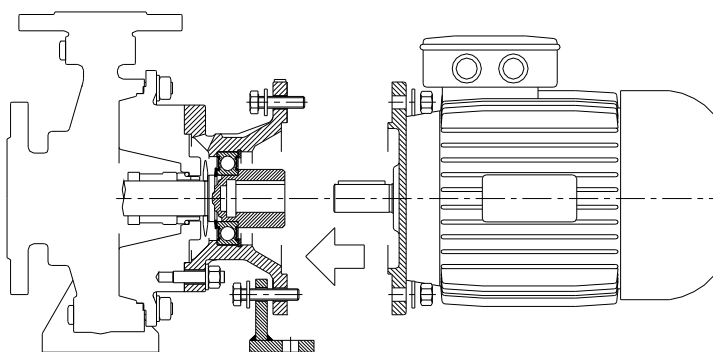

Fig. 23A
- Acoplar o motor eléctrico à flange de fixação da bomba centralizando os dois veios e a lingueta nas respectivas sedes, travar o conjunto com os parafusos incluídos no fornecimento e ter o cuidado de montar correctamente (para as bombas que o prevêem) também o pé de suporte (consultar a fig. 23A).